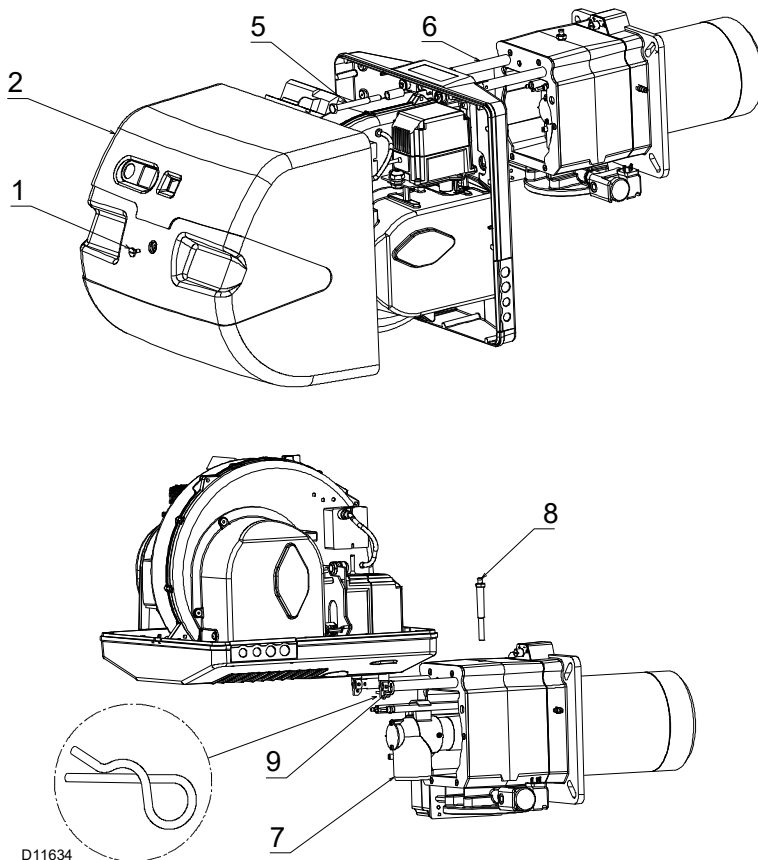

Fig. 37
- Allentare la vite 1)(Fig. 37) e togliere il cofano 2);
- ruotarlo come in Fig. 37 ed infilare nel foro di una delle due guide la copiglia 9) in modo che il bruciatore rimanga in quella posizione.
- Togliere la copiglia 9)(Fig. 37) e spingere il bruciatore fino a circa 100 mm dal manicotto;